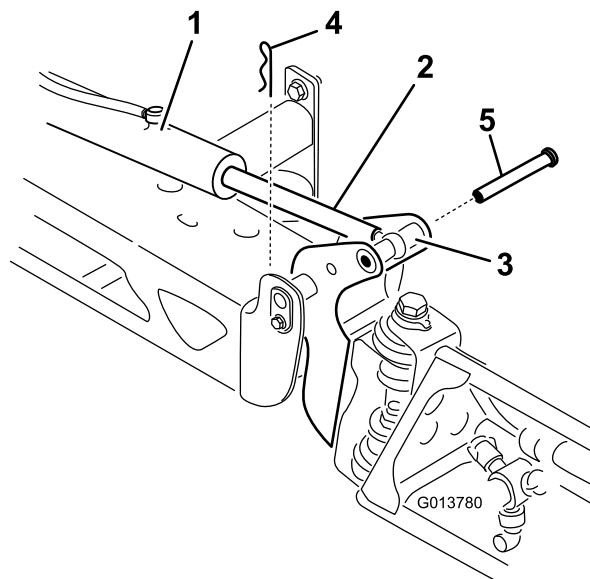

Figura 13
2. Togliete la coppiglia dal perno di articolazione (Figura 13).
3. Sollevate la barra, togliete il perno (Figura 13) e fate scendere lentamente la barra a terra.
8. Alzate la barra per allineare il perno con l'asta dell'attuatore. Tenete ferma la barra e inserite il perno attraverso il perno della barra e l'asta dell'attuatore (Figura 13).